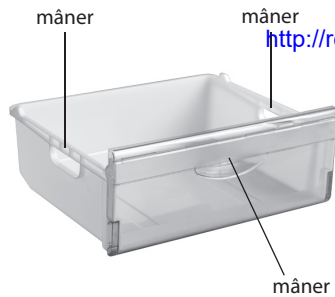

Figura 4 - Sertar
**1.9** Sertarele CC au câte un mâner pe panoul frontal pentru a facilita încărcarea și descărcarea produselor, și mâner pe părțile laterale (cu excepția sertarului de jos) pentru deplasarea în afara frigiderului, în conformitate cu figura 4.